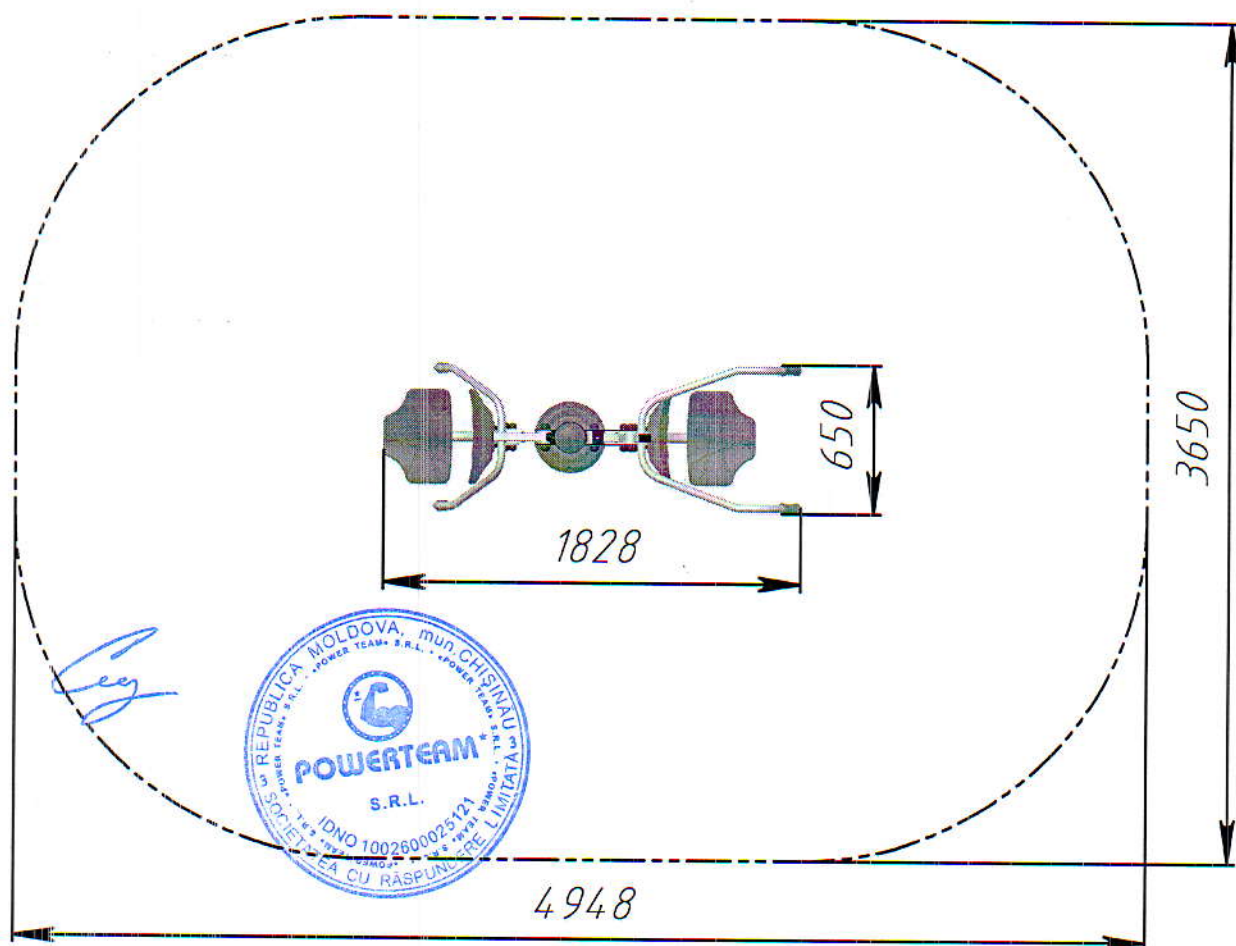

Рис.2 Зона безопасности тренажера РТР 509Т
3.5. Монтаж тренажера проводится на ровном месте в соответствии с планировкой размещения всего оборудования площадки. При монтаже необходимо обеспечить безопасную зону вокруг тренажера в соответствии с рис. 2.